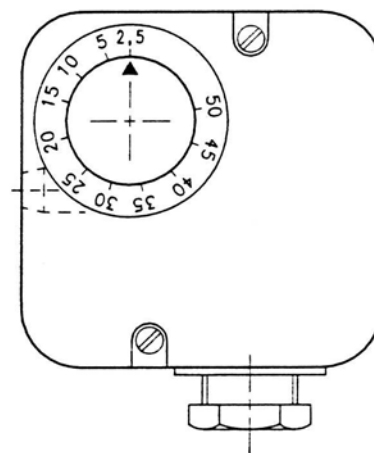

Рис. 20
- Отрегулируйте термостат минимального давления газа на начало шкалы (рис. 20)